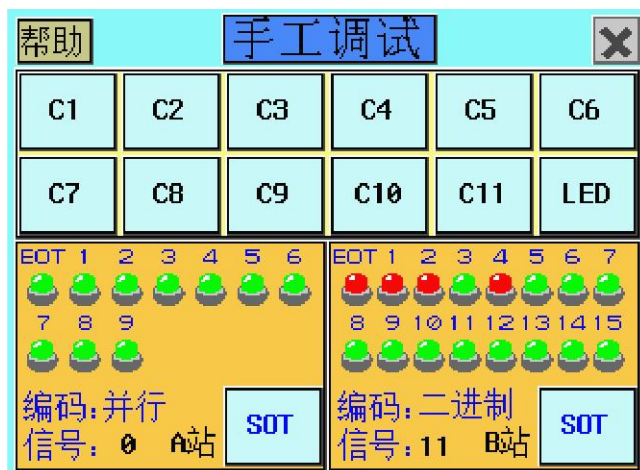
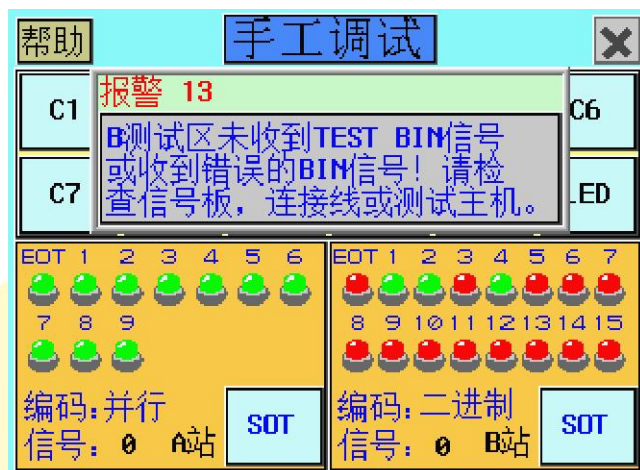

图 6（极性正常）
图 7（极性相反）
- b. 用二进制时，只看 1-5 五个信号。表示 BIN11 时应该是 1、2、4 为红，如图 6，而现在图 7 显示是 1、2、4 为绿，说明 BIN 信号的极性与主机上设置不一致。